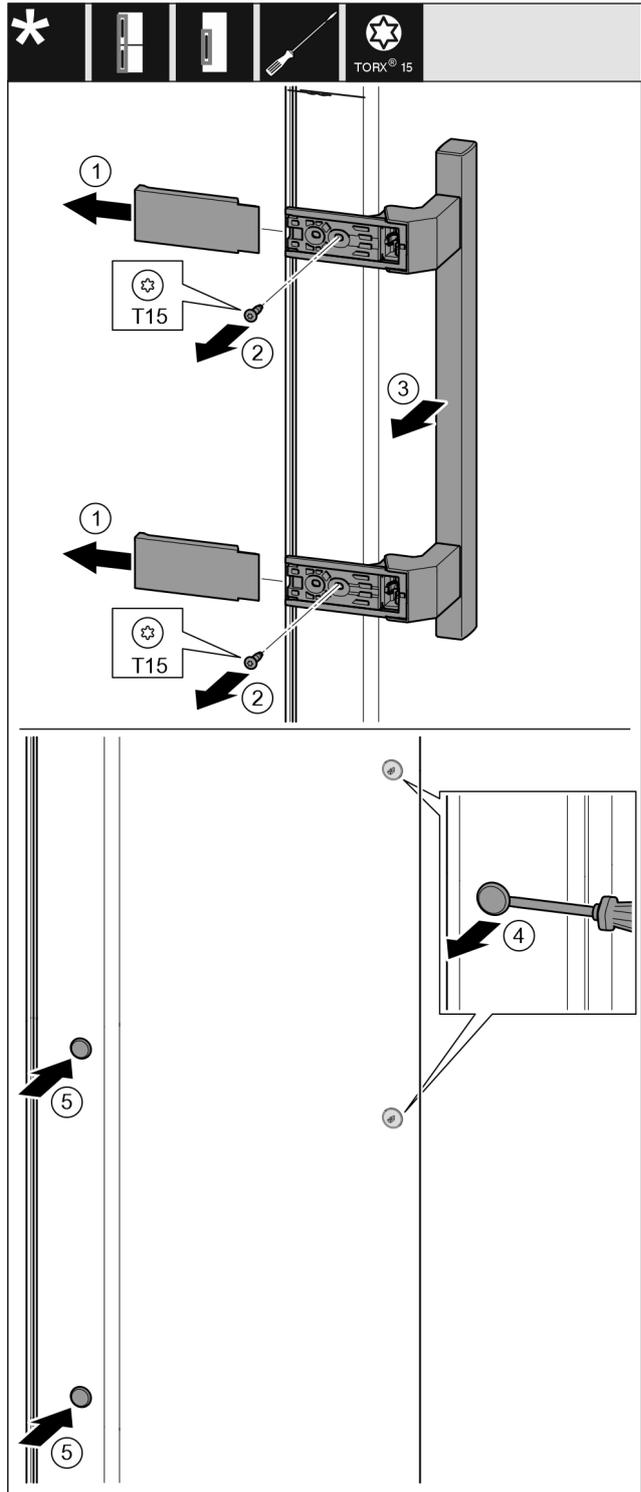

Fig. 21
- ▶ Снимите крышку. *Fig. 21 (1)*
- ▶ Выкрутите винты отверткой T15. *Fig. 21 (2)*
- ▶ Снимите ручку. *Fig. 21 (3)*
- ▶ Осторожно приподнимите шлицевой отверткой боковые заглушки и выньте их. *Fig. 21 (4)*
- ▶ Снова вставьте заглушки с другой стороны. *Fig. 21 (5)*